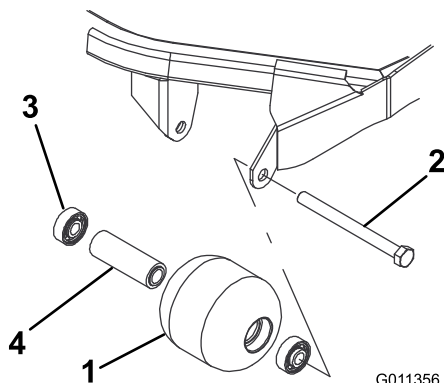

Figura 126
1. Retire el perno de montaje del rodillo (Figura 126).
4. Inspeccione el alojamiento del rodillo, los cojinetes, y el espaciador del cojinete (Figura 126). Sustituya cualquier componente dañado y móntelos.
1. Introduzca a presión el primer cojinete en el alojamiento del rodillo (Figura 126). Haga presión solamente sobre el anillo de rodadura exterior, o de forma igual sobre el anillo exterior y el interior.
2. Introduzca el espaciador (Figura 126).
3. Introduzca a presión el segundo cojinete en el alojamiento del rodillo (Figura 126). Presione de manera uniforme sobre el anillo de rodadura interior y el exterior hasta que el anillo de rodadura interior entre en contacto con el espaciador.